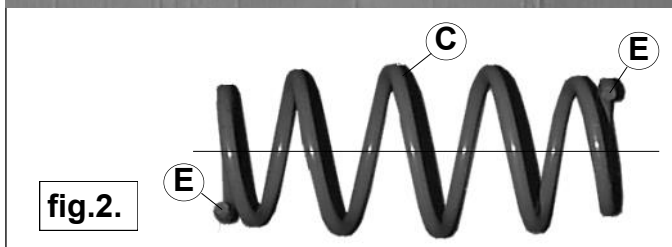

fig.2.
9. Fit auxiliary spring **C** on bump stop **2**, with the plastic tube on top and the ends **E** to the front of the car. See fig.2.
9. Platzieren Sie die Niveaufeder **C** mit den plastic Rohr an der oberen Seite und den Enden **E** zur Vorderseite des Autos über den Gummipuffer **2**. Siehe Fig.2.